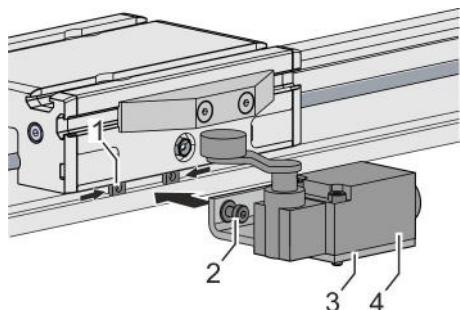

Fig. 33: Montaggio del micro di fine corsa
4. ➔ Inserire e posizionare i tasselli (Fig. 33/1) nella scanalatura del profilo di guida.
5. ➔ Posizionare il micro di fine corsa (Fig. 33/4) con l'angolare di supporto (Fig. 33/3) all'altezza dei tasselli inseriti.
6. ➔ Stringere 2 viti (Fig. 33/2):